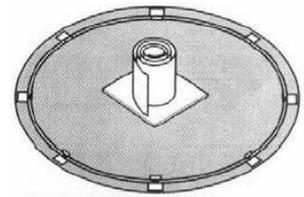

fig. 15
a) Collocare la parete della piscina verticalmente (CH) (l'etichetta interiore della parete verso l'alto) su un cartone nel centro del circolo, così sarà più facile srotolarla ed evitare che la parete si grattugi per sotto (fig. 15). La tranciatura dello skimmer si trova alla fine del rotolo della parete.